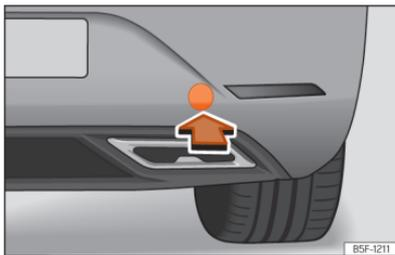

Abb. 214 Auf der rechten Seite des hinteren Stoßfängers: Abdeckung entfernen.
Die Abschleppöse wird in die hinter einer Abdeckung auf der rechten Seite des hinteren Stoßfängers befindliche Aufnahme eingeschraubt »» (Abb. 214).
- Auf den unteren Bereich der Abdeckung »» (Abb. 214) drücken, um die Verrastung zu lösen.